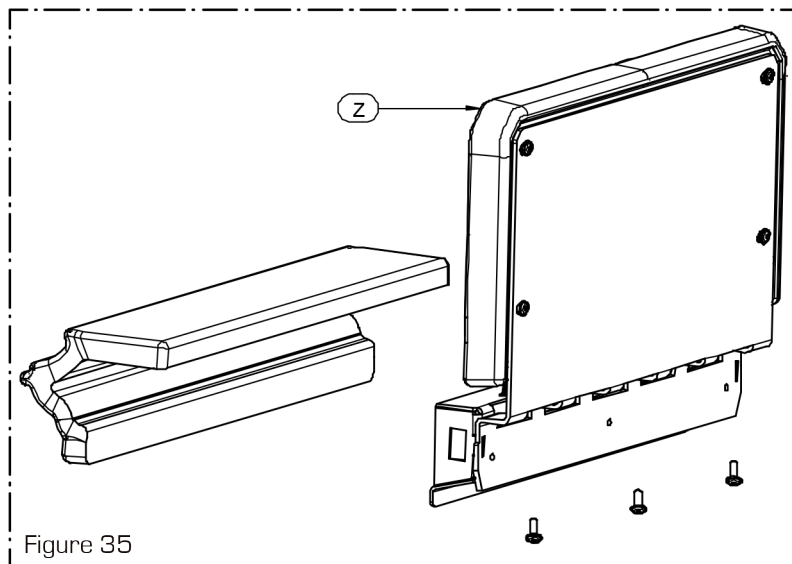

Figure 35
- Assembler la céramique frontale de la coupole Z avec la céramique L en utilisant les vis conservées lors de son démontage (Figure 35)